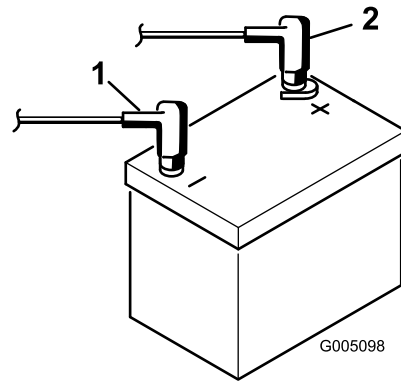

Figure 9
- Raccordez le câble positif (rouge) de la batterie à la borne positive (+) et le câble négatif (noir) à la borne négative (-) et fixez-les en place avec les boulons et les écrous (Figure 9). Placez le capuchon en caoutchouc sur la borne positive pour éviter les courts-circuits.